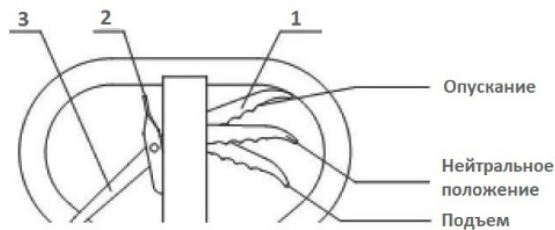

Рис.5
5.1. Коли процес складання гідравлічної рокли буде завершено, потрібно перевірити її працездатність. Для цього потрібно прокачати гідравлічний насос, за допомогою рукоятки, і управляти різними положеннями ручки 1 для того, щоб вивчити режими роботи - підйом, нейтральну позицію і опускання, а також перевірити нормальне функціонування ручки і рукоятки (дивіться рис. 5).
6.3. Подивіться на рис. 5, коли ручка 1 знаходиться в положенні підйому, то візок буде в готовності до підйому. У той же час, якщо Ви будете качати рукоятку, вила візка будуть підніматися.
6.4. Переміщати візок в горизонтальній площині можна, коли ручка 1 знаходиться в нейтральному положенні (див. Рис. 5). При цьому вила НЕ будуть переміщатися в вертикальному напрямку (вгору / вниз),
якщо ви будете качати рукоятку. Для того, щоб вила автоматично почали опускатися, ручку потрібно натиснути і перевести у відповідне положення (див. Рис. 5).
6.5. Подивіться на рис. 5, щоб перевести візок ручний в стан вільного ходу, потрібно ручку 3 переключити в нижнє положення.
6.6. Подивіться на рис. 5, коли ручка 3 розташована вгорі, візок буде в стані гальмування.
6.7. Подивіться на рис. 5, ручка 2 використовується для зняття гальм.